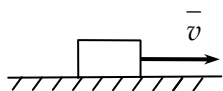

Рис. 68
61. Материальная точка массой m движется по шероховатой горизонтальной плоскости под действием силы Q . Запишите дифференциальное уравнение движения точки (рис. 68).